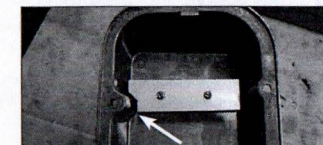

Figura 2 - Chevrolet Bloque Grande instalación de Deflectores de Respiraderos
- Chevrolet Bloque Grande:** Por favor haga deflector seguro está orientada correctamente antes de instalar los tornillos deflectores (Figura 2).